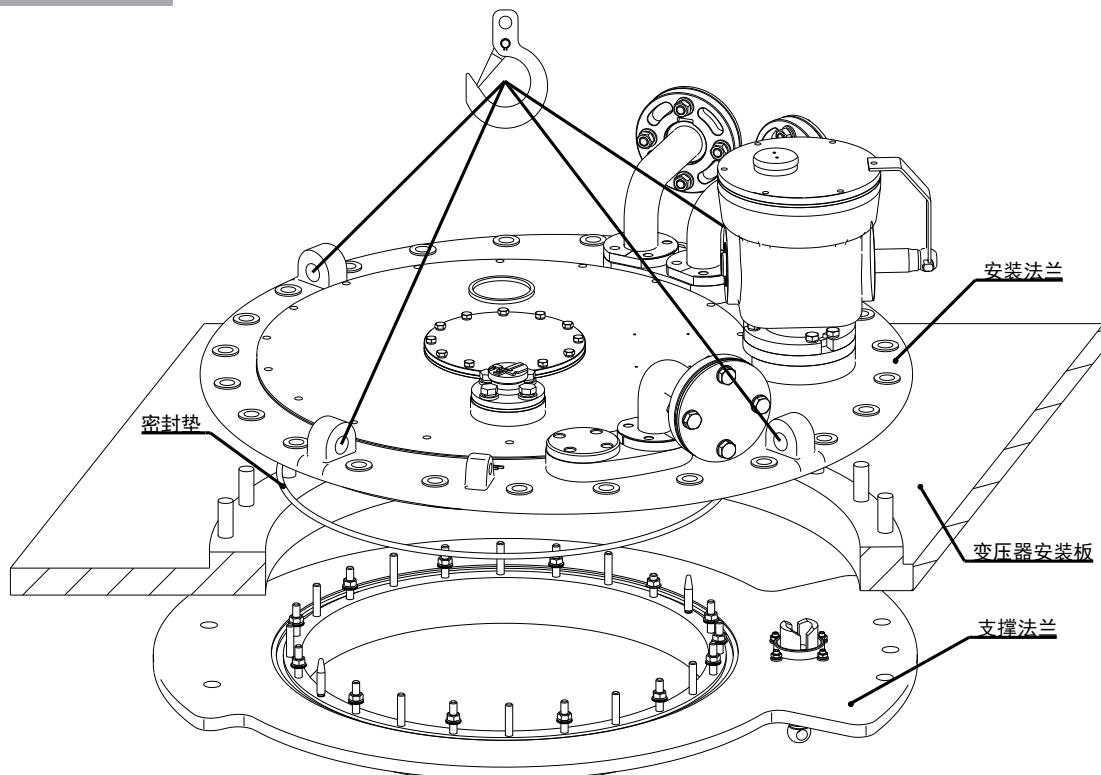

图 5-14 开关顶部各法兰与变压器箱盖对应示意图
4. 通过起吊方式将头部法兰掉至分接开关上。要确保支撑法兰所有螺杆在开关固定孔准确定位 (见图 5-14)。